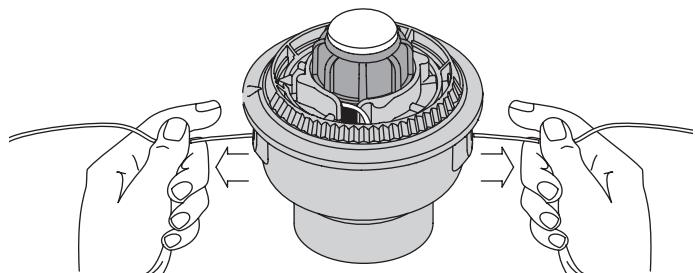

Fig. 17
9. Si le rembobinage du fil devient difficile ou si le fil se coince, tirez-en les extrémités de la bobine. Continuez de rembobiner le moulinet intérieur vers la gauche (Fig. 17).